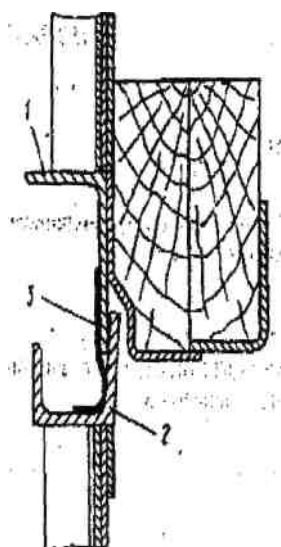

Рис. 8.7. заделка зазора между створками двери:
2.6 Заделка зазора между створками двери (рис. 8.7) осуществляется наклеиванием полос стеклоткани шириной до 200 мм по всей длине зазора.